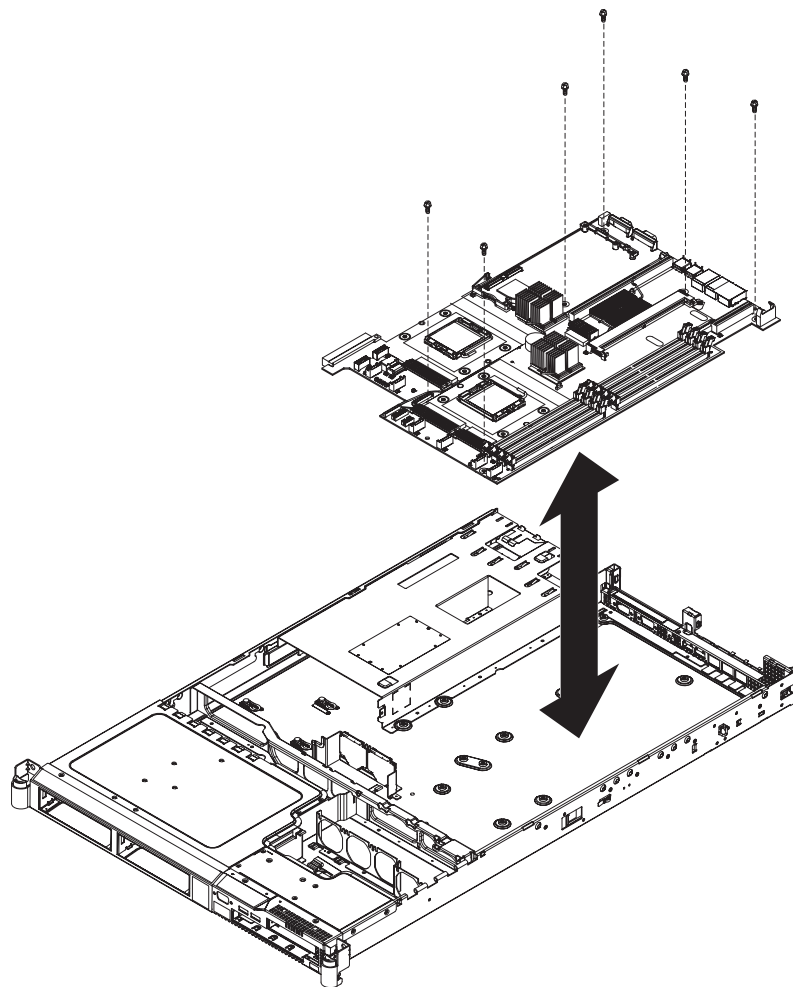

図 210. SAN ボリューム・コントローラー 2145-8G4 システム・ボードを固定するねじの配置
2. システム・ボード上の 6 個のねじを再取り付けし (255 ページの図 210 を参照)、システム・ボードをシャーシに固定します。